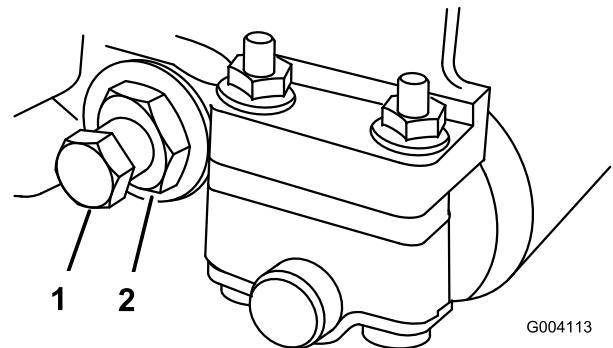

Bild 58
2. Drehen Sie die Federspannungsmutter so weit hinaus, bis die Scheibe nicht mehr gegen den Untermesserträger angespannt ist (Bild 58).
3. Lösen Sie an jeder Seite der Maschine die Klemmmutter, mit der die Schraube des Untermesserträgers befestigt ist (Bild 58).